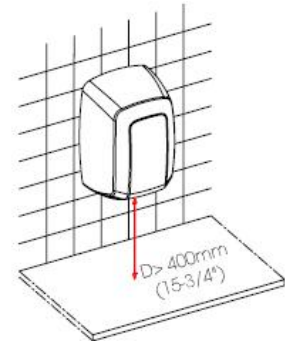

Abbildung 13
**HINWEIS:** Ein Mindestabstand von 400 mm (15,80“) zu Fensterbänken, Marmorteilen oder Waschbecken muss berücksichtigt werden (Abb. 13). Es müssen soweit wie möglich alle reflektierenden Oberflächen im Bereich des IR-Sensors des Handtrockners vermieden werden.